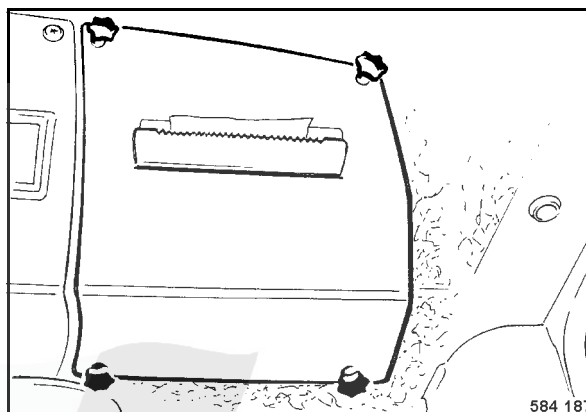

fig. 102
- Dévisser les poignées en étoile (fig. 102) et retirer le cache.